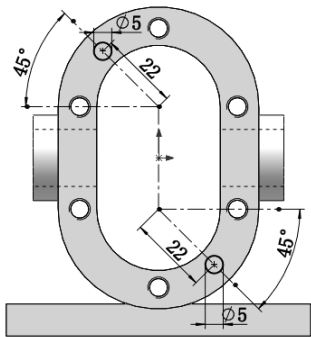

图 10-96 绘制销孔草图
**01** 绘制销孔草图。以齿轮泵的一个端面作为基准面，选择菜单栏中的“工具”→“草图绘制实体”→“直线”命令，或单击“草图”控制面板中的“直线”按钮，在弹出的“线条属性”属性管理器中勾选“作为构造线”复选框，绘制 4 条构造线（图 10-96 中的点画线）。单击“草图”控制面板中的“圆”按钮，绘制一个圆，圆心在倾斜的构造线上，并标注尺寸，如图 10-96 所示。